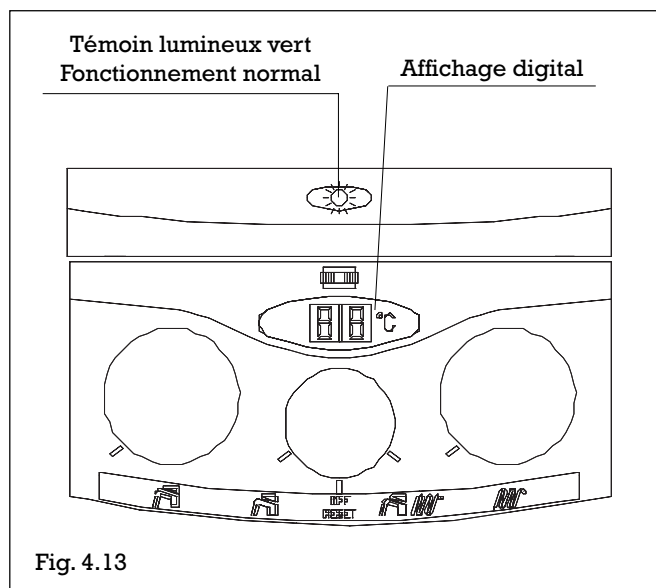

Fig. 4.13
- lorsque le **témoin lumineux est vert fixe** (fig. 4.13): la température correspondant à l'utilisation en cours (température de la chaudière ou de l'eau sanitaire lors de soutirages pour les IDRA 3200 S);